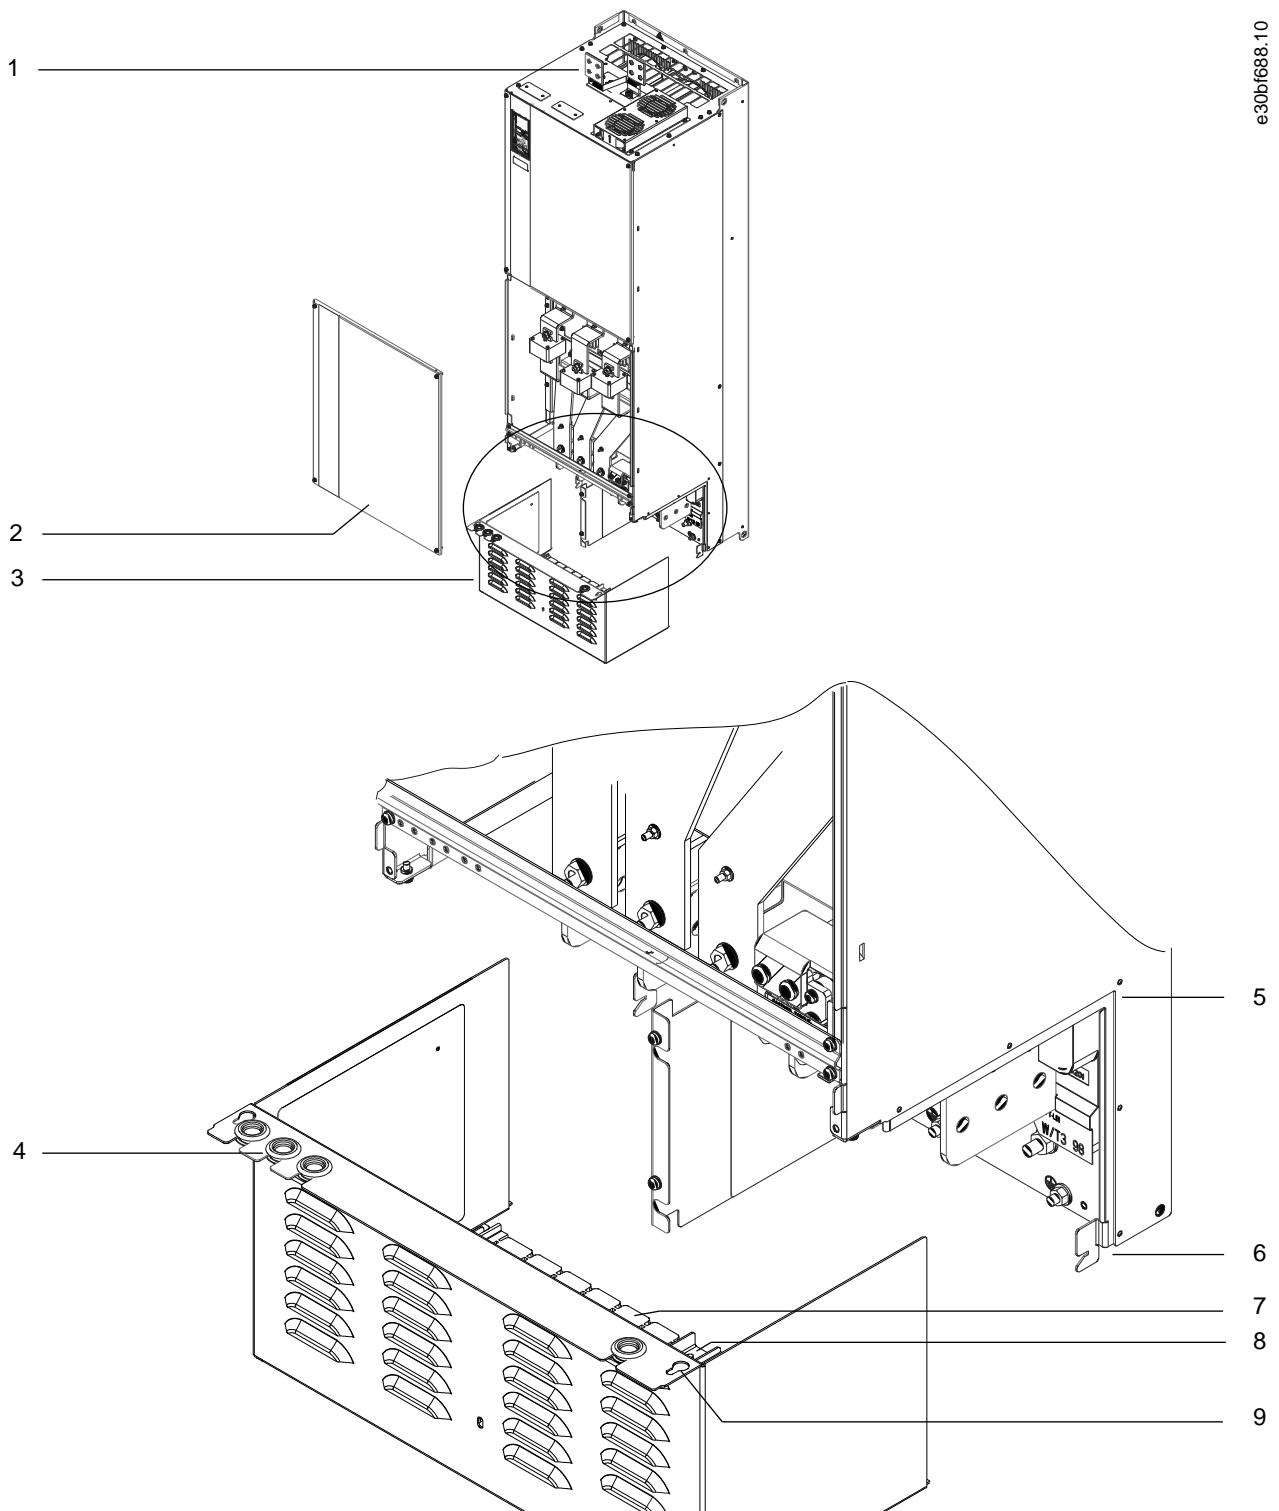

Рисунок 14: Сборка пластины для ввода кабелей и клеммной крышки
1. Снимите нижнюю панель и клеммную крышку. См. Рисунок 14.
4. Вдвиньте пластиковую пластину для ввода кабелей (7) в нижние направляющие на клеммной крышке.
5. Наклоняйте переднюю сторону клеммной крышки вниз, пока точки крепления (8) не лягут на кронштейны с прорезями преобразователя частоты (6).
6. Убедитесь, что боковые панели клеммной крышки находятся снаружи рельсовой направляющей (5).
8. Наклоняйте переднюю сторону клеммной крышки вверх, пока отверстие фиксатора в нижней части преобразователя частоты не совпадет с отверстием в форме замочной скважины (9) на блоке клемм. Закрутите два винта T25 с усилием затяжки 2,3 Н·м (20 дюйм-фунтов).